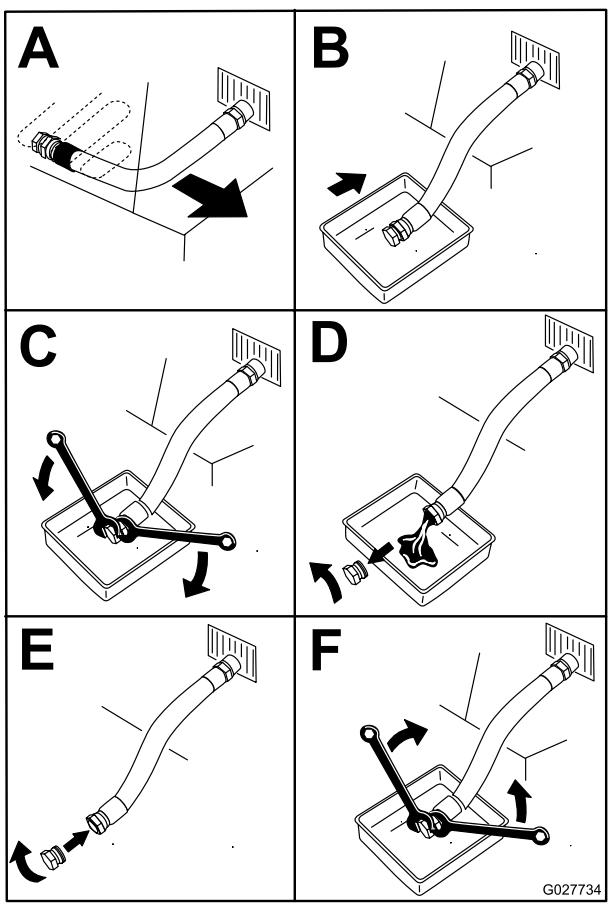

Figura 57
- Desligue o motor, retire a chave e espere até todas as partes em movimento pararem antes de sair da posição de funcionamento (Figura 57).